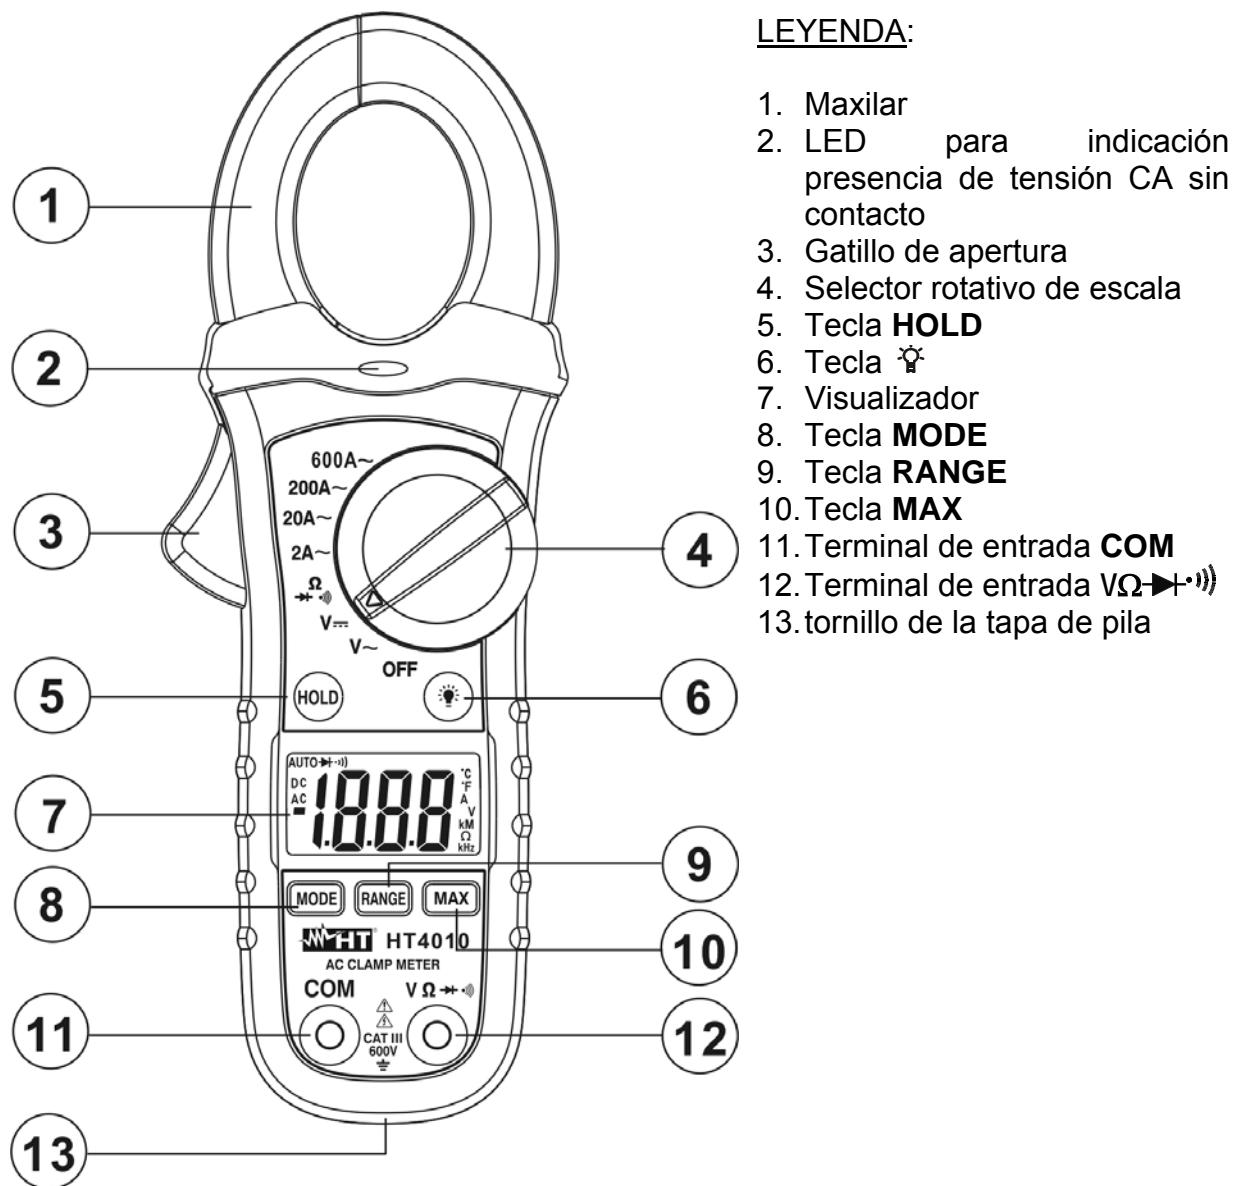

Fig. 1: Descripción del instrumento
1. Acerque el instrumento a una fuente de CA y el LED rojo de la base del maxilar se encenderá (ver Fig. 1) detectando presencia de tensión